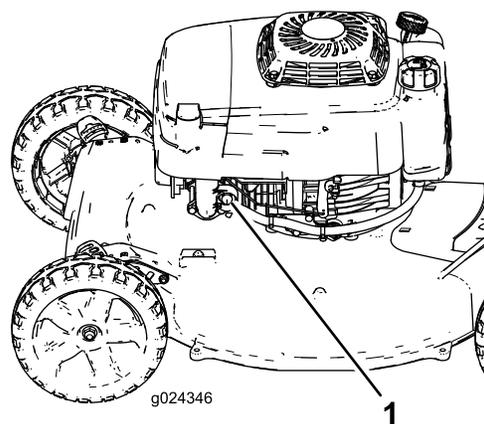

Рисунок 14
2. Плотнo нажмите кнопку заливочного насоса (Рисунок 14), удерживая ее нажатой в течение одной секунды.